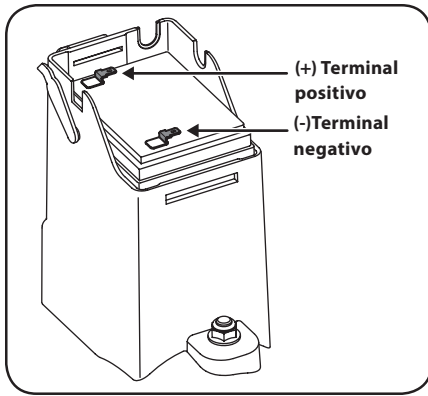

Figura 4-8
3. Reemplace con una nueva batería. Conecte el conductor positivo (rojo) al lado positivo del paquete de batería, luego conecte el conductor negativo (negro) al lado negativo. Vea la Figura 4-8.